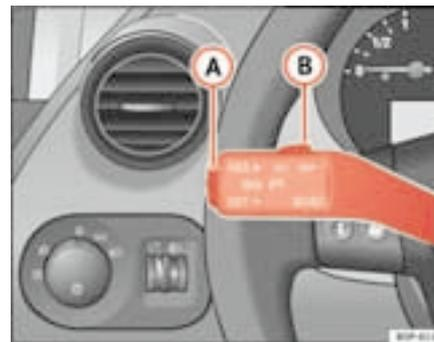

Fig. 140 Palanca de intermitentes y de luz de carretera: mando y tecla basculante para el regulador de velocidad
- Cuando se haya alcanzado la velocidad que se quiere programar, pulse brevemente la parte inferior de la tecla basculante **SET** ⇒ página 181, fig. 140 **(A)** una vez.